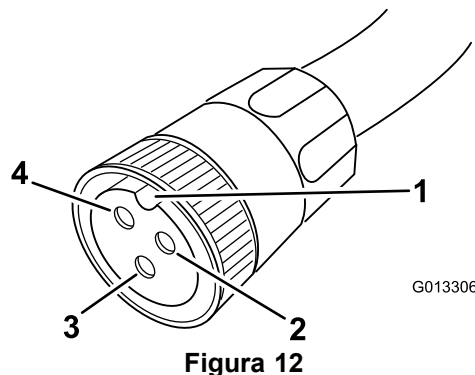

Figura 12
2. Sujete el cable con la chaveta en la posición de las 12 (Figura 12).